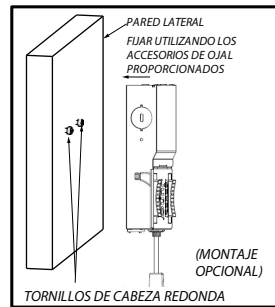

Figura 5
■ **DEBE seguir el código eléctrico local** para la fijación del elemento rígido y la colocación de la caja del controlador remoto. (Figura 5)